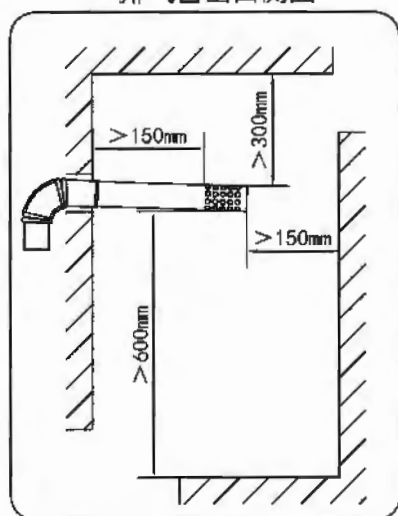

图9
- 必须使用本热水器所配用的专用烟道，安装方法(如图9)。如烟道较短可根据需要适当加长。每半年检查一次，检查烟道有无破损，漏烟等现象。